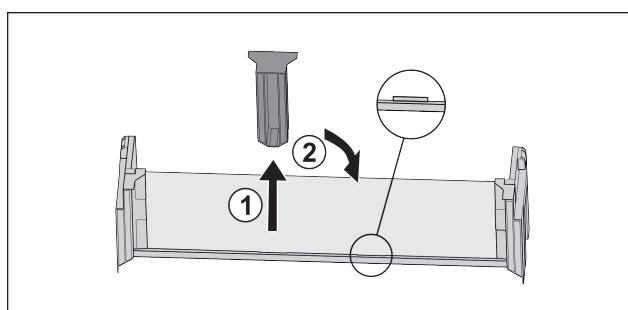

Fig. 114
- Снимите среднюю поддерживающую деталь Fig. 114 (1).
- Вставьте среднюю поддерживающую деталь во вторую позицию Fig. 114 (2).